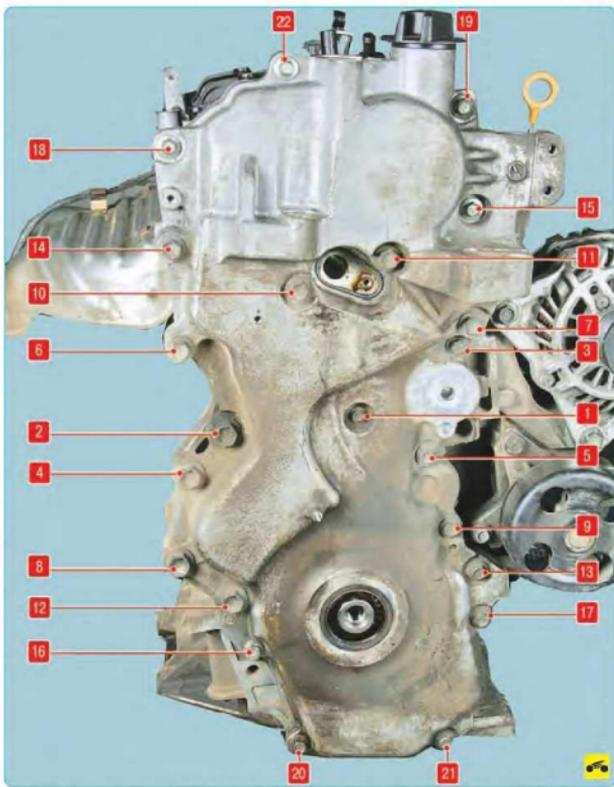

Рис. 5.9. Последовательность затяжки болтов крепления крышки газораспределительного механизма
29. Установите крышку привода газораспределительного механизма в направлении, указанном на рис. 5.9, и натяжитель в порядке, обратном снятию, совместив метки на цепи с метками на звездочках.
32. Установите крышку газораспределительного механизма и затяните болты в порядке, указанном на рис. 5.9